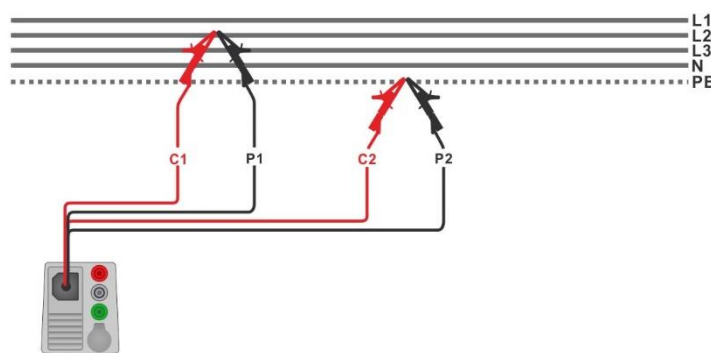

Abbildung 7.44: Anschluss mit 4-Leiter-Messleitung
- › Schließen Sie den 4-Leiter Prüfadapter an das Prüfobjekt an: die C1, P1 Klemmen an die Phase und C2, P2 Klemmen an PE; siehe **Abbildung 7.44**.